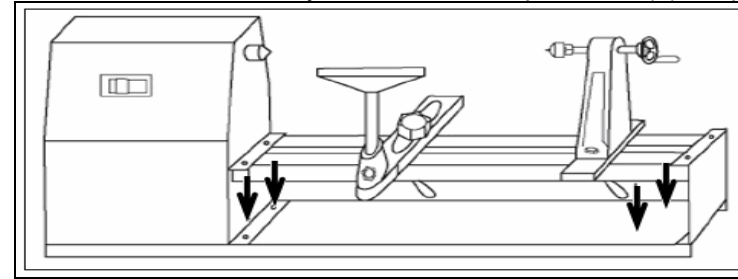

Рис.3.
8.2. Рекомендуем закрепить машину на верстаке (рабочем столе). Разметьте место установки машины на верстаке. Просверлите 4 сквозных отверстия Ø 8 мм в верстаке. Совместив отверстия на основании машины и верстаке, закрепите машину при помощи 4 болтовых соединений (не входят в комплект поставки), Рис.3.